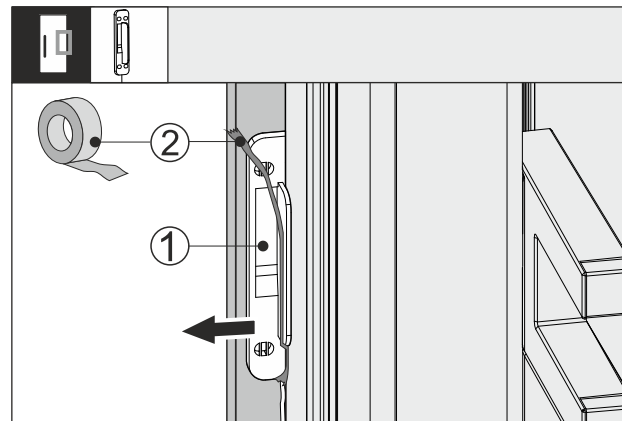

Fig. 65
- Klebeband Fig. 65 (2) am Klopfsensor Fig. 65 (1) lösen.